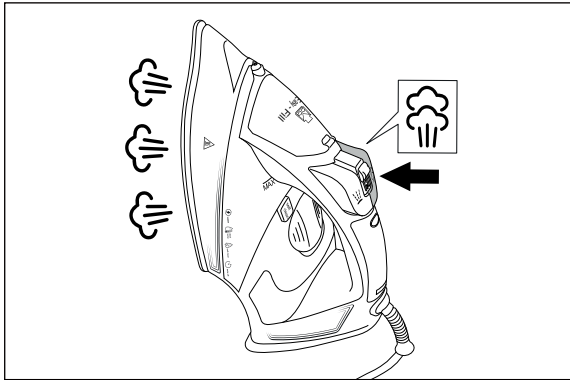

Abb. 7
- 4) Drücken Sie mehrmals im Abstand von jeweils ca. 5 Sekunden kurz die Taste für den Dampfstoß  **4** (siehe Abb. 7).